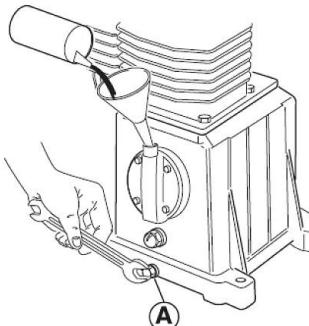

Abb. 14: Ölwechsel
Schritt 2: Nehmen Sie die Öleinfüllschraube bzw. den Verschluss-Stopfen oder Ölmessstab heraus, drehen Sie die Ölablass-Schraube (A) (Abb. 14), heraus und sammeln Sie das Altöl in einem entsprechenden Behälter.